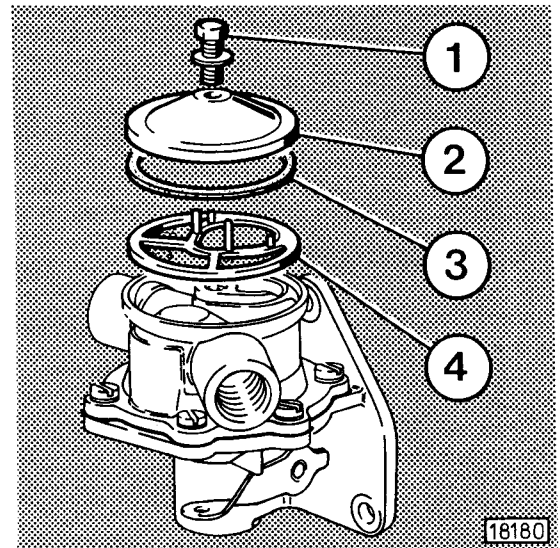

Fig. 54
- ▶ Sechskantschraube 1 (Fig. 54) herausschrauben.